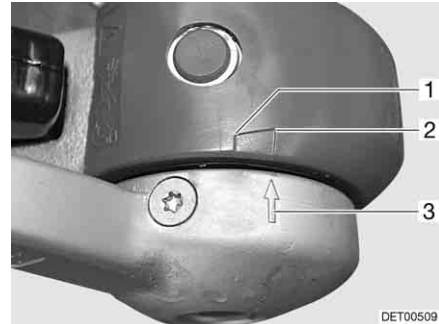

Fig. 169 Guarnizioni di attrito
- Se la freccia sul disco pressione (Fig. 169,3) si trova prima o alla superficie di marcatura (Fig. 169,2), le guarnizioni di attrito sono ancora allo stato nuovo.
- Se la freccia sul disco pressione si trova all'interno della superficie di marcatura (Fig. 169,1 a 2), le guarnizioni di attrito sono leggermente consumate.
- Se la freccia sul disco pressione si trova alla fine della superficie di marcatura (Fig. 169,1) o la supera, le guarnizioni di attrito sono consumate.